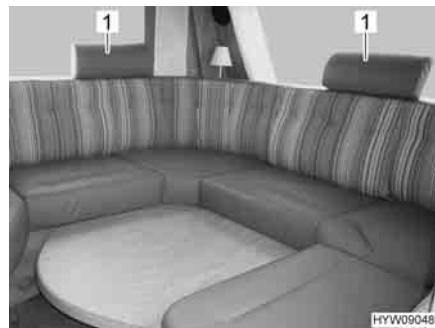

Fig. 67 Poggiatesta (separati)
- Fissare i poggiatesta (Fig. 67,1) tra il cuscino dello schienale e la parete.